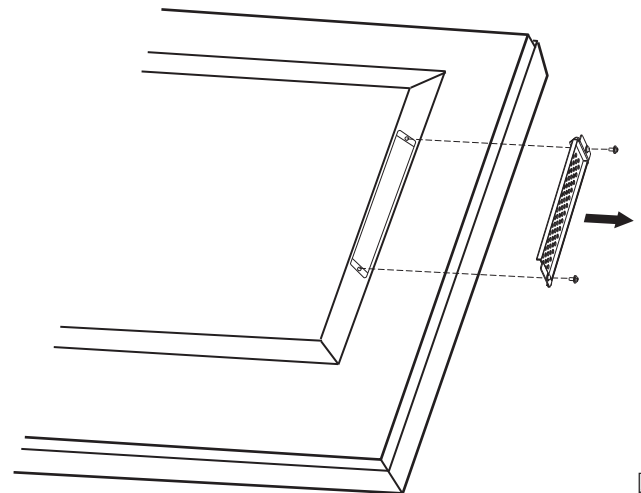

図 1
2. オプションボード用スロットのネジを外し (図 1)、オプションボード用スロットカバーを取り外します。